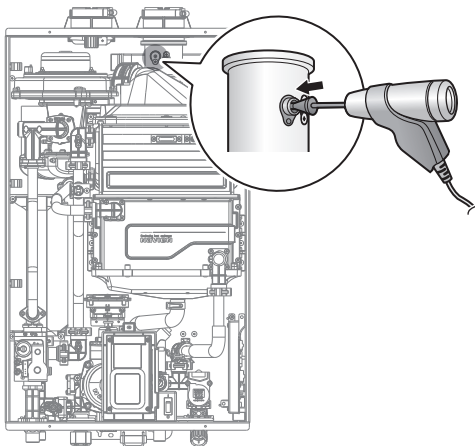

Figure 7
- a. Desserrez la vis, tournez la plaque et retirez le joint d'étanchéité pour accéder au port de surveillance des émissions, comme illustré à la figure 7.
- b. Insérez l'analyseur dans le port (figure 7).